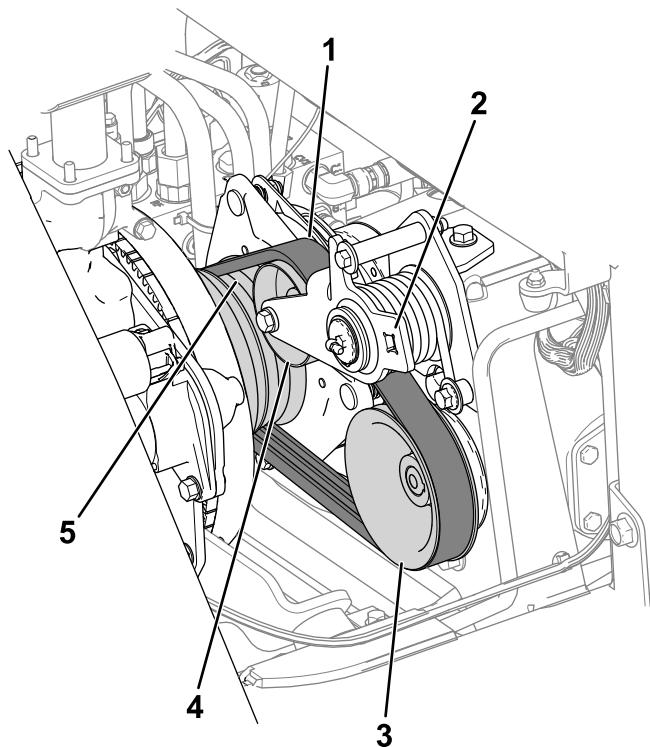

Рисунок 78
3. Установите ремень на шкив двигателя, натяжной ролик и шкив насоса (Рисунок 78).